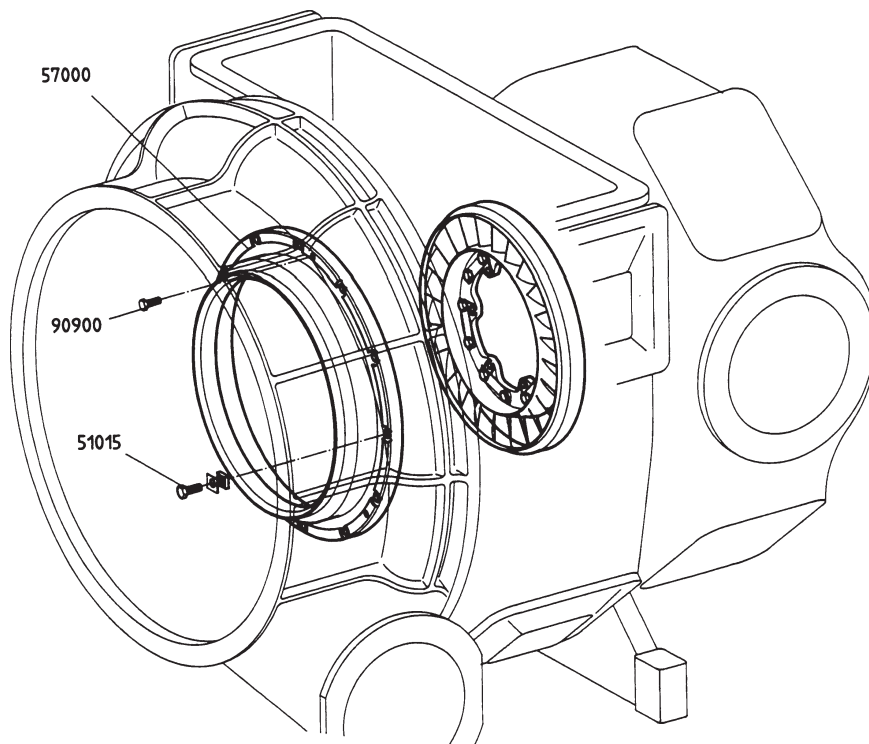

Fig. 5-17
- Abdeckring (57000) mit den 6kt-Schrauben (90900) abdrücken und entfernen (s. Fig. 5-17).
- Press the cover ring (57000) out with the hex.-headed screws (90900) and remove it (see fig. 5-17).